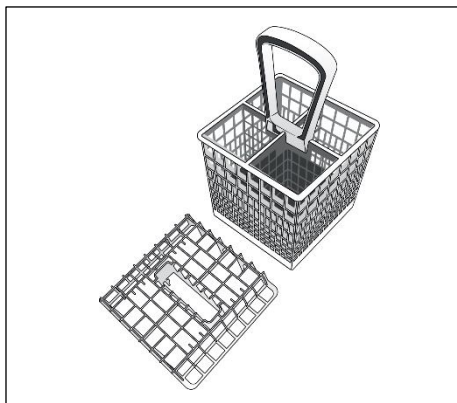

Fig. 5
• AQUAPROTECT - TUBE D'ALIMENTATION AVEC PROTECTION (fig. 5):
- Les couverts doivent être placés manche vers le bas dans le panier à couverts, que l'on placera à son tour dans le panier inférieur (fig.5) en s'assurant qu'il n'entrave pas la rotation des bras de lavage.
Le couvercle du panier à couverts peut être retiré pour permettre différentes possibilités de chargement. (fig.5).